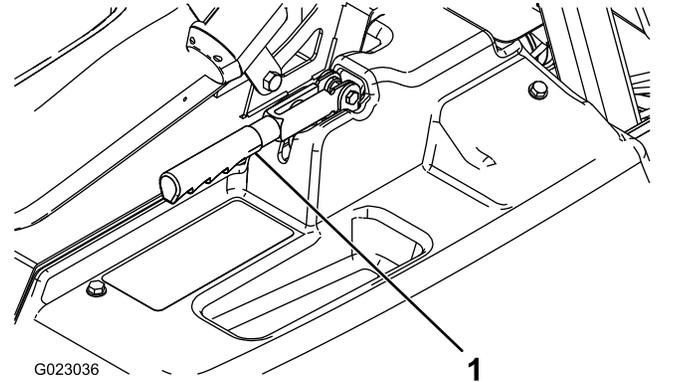

図 53
2. 調整ノブをブレーキレバーに固定している固定ねじをゆるめる 図 53。